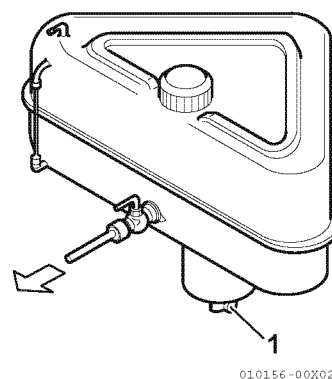

Figure 1
1. Collocare un contenitore (**Figure 1**, (1)) sotto il rubinetto di scarico per raccogliere il combustibile.